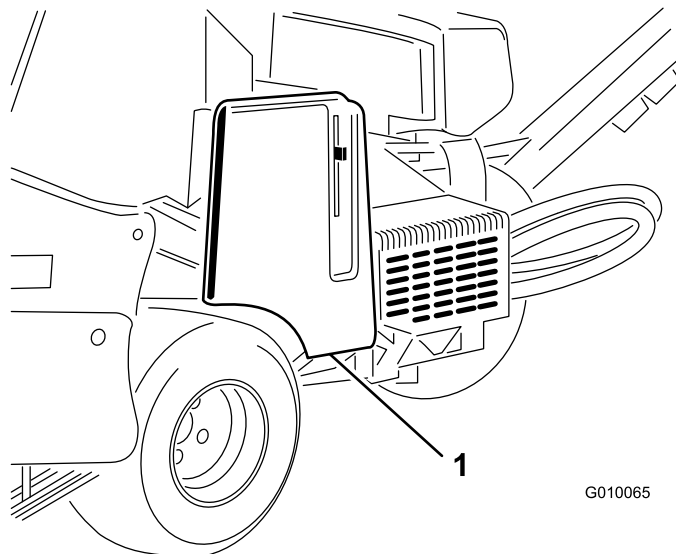

Figura 57
- Deblocați și îndepărtați capacul pentru curea (Figura 57).